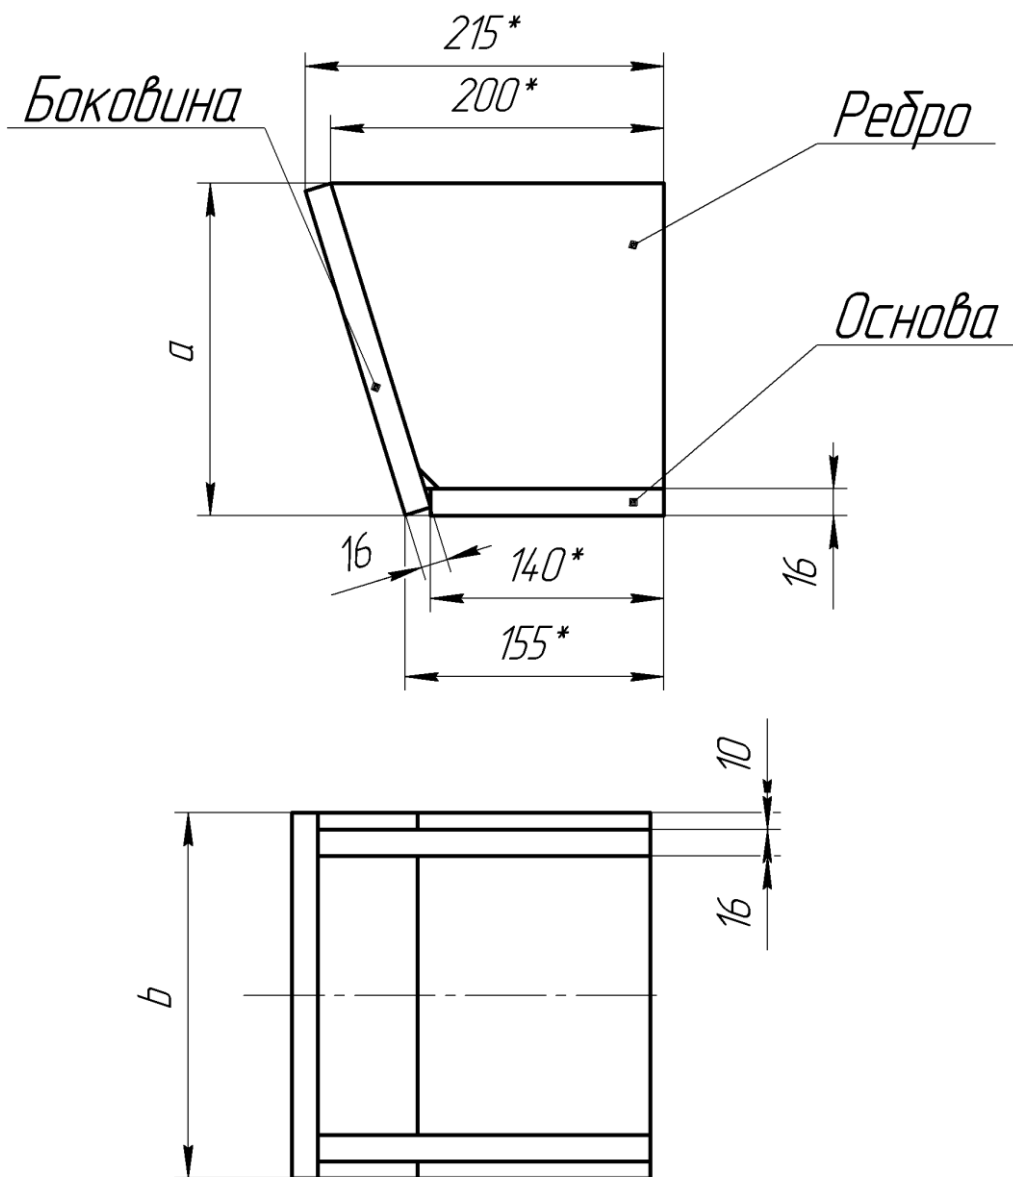

Рисунок 4 – Креслення складальної одиниці «Упор»
- 1 Розробити проект конструкторської документації складальної одиниці «Упор» (рисунок 4).